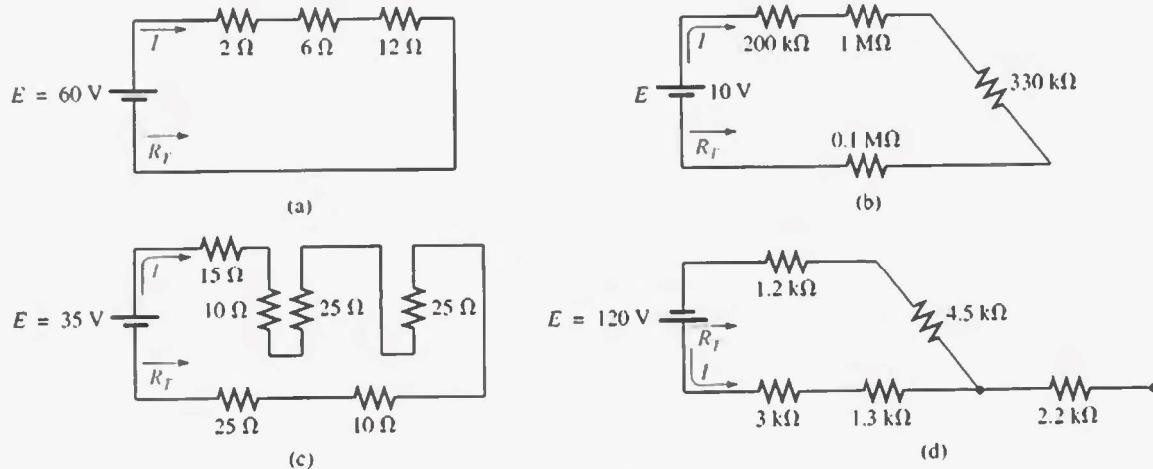

FIGURA 5.71
1. Calcule la resistencia total y la corriente I para cada circuito de la figura 5.71.